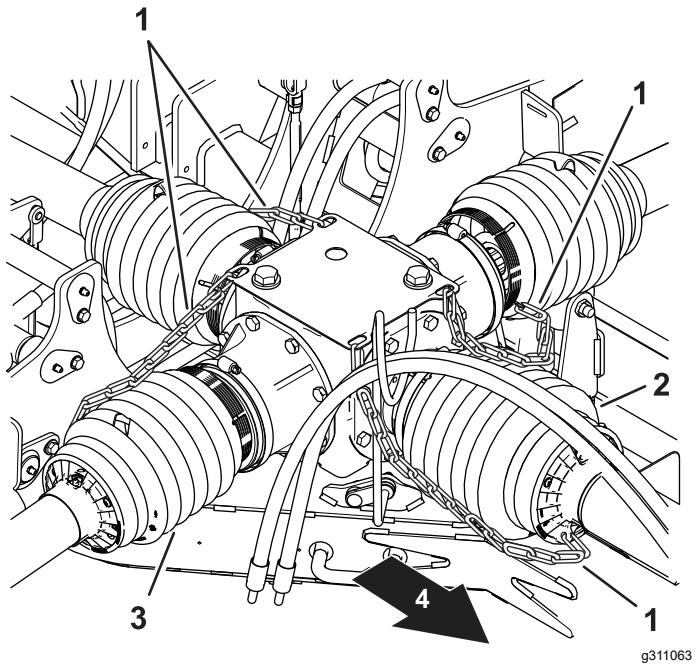
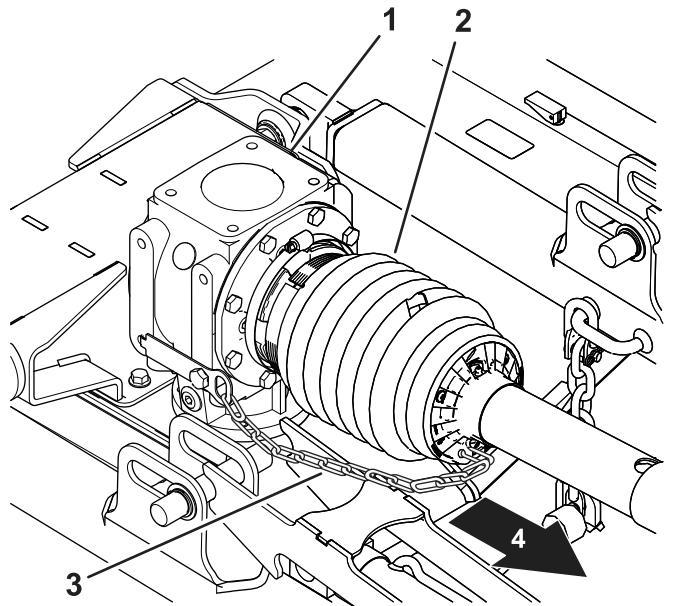
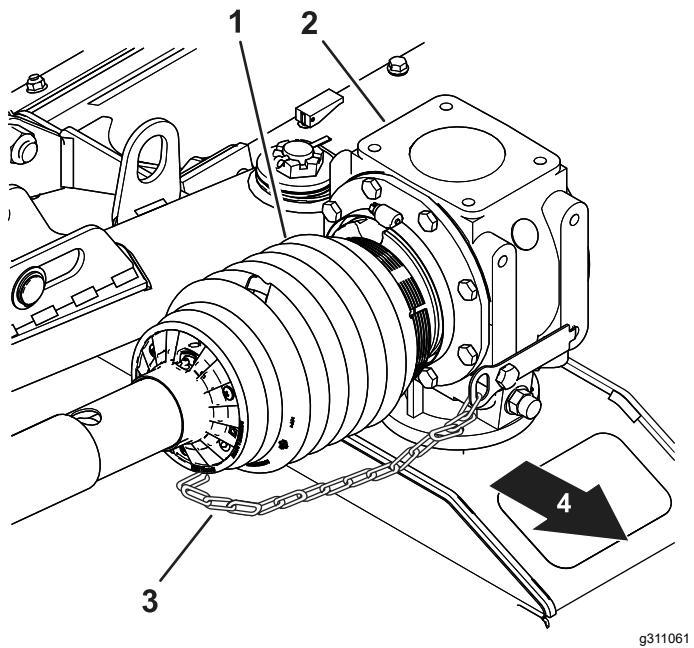

Figura 18
Figura 20
Figura 19
6. Verificate che le catene di fissaggio per le protezioni dell'albero di trasmissione siano collegate alla scatola ingranaggi centrale e alle scatole ingranaggi su ogni piatto del tosaerba (Figura 18, Figura 19, Figura 20, e Figura 21).